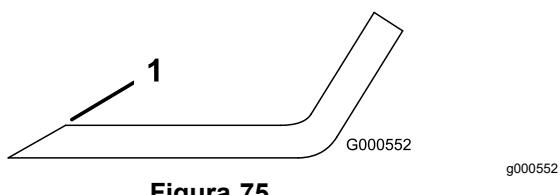

Figura 75
1. Folosii o pilă pentru a ascui marginea de tăiere la ambele capete ale lamei (Figura 75).
Notă: Dacă lama nu este echilibrată, pilii numai din capătul suprafeei velice (Figura 75).